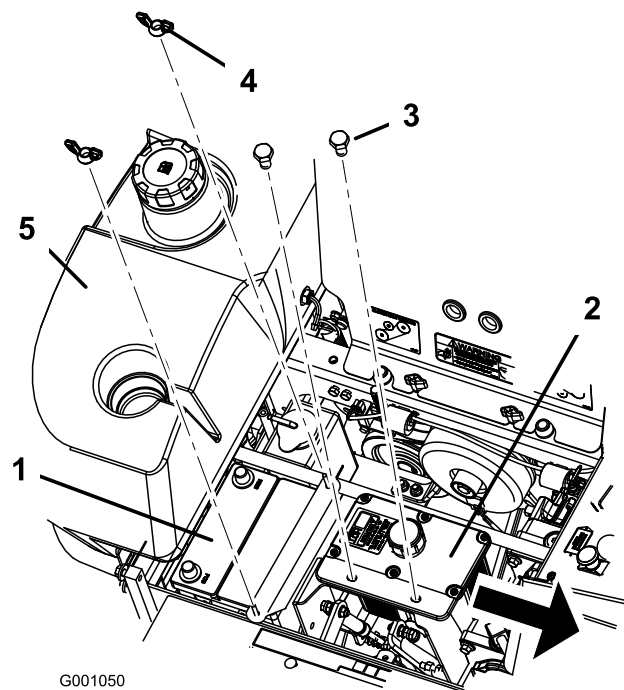

Figura 49
1. Posizionate la batteria nel vassoio, con i poli in posizione opposta al serbatoio idraulico (Figura 49).
6. Fissate la batteria con bulloni a J, il morsetto fissatore e due rondelle (1/4 poll.) e due dadi ad alette (1/4 poll.) (Figura 49).
6. Togliete entrambi i dadi ad alette (1/4 poll.) che fissano la staffa di montaggio della batteria (Figura 49).
7. Togliete i due bulloni di fissaggio del serbatoio idraulico (Figura 49).